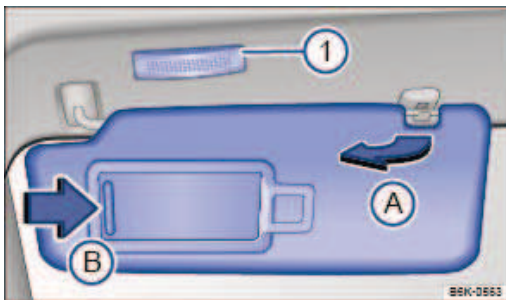

Fig. 101 Dans le ciel de pavillon avant : pare-soleil
- Retrait hors du support et pivotement vers la porte → Fig. 101 ④.
Un miroir de courtoisie se trouve dans le pare-soleil rabattu vers le bas, derrière un volet d'occultation. Lorsque vous ouvrez le volet d'occultation → Fig. 101 ⑥, un éclairateur → Fig. 101 ⑦ s'allume.